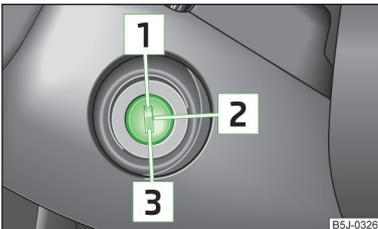

Abb. 86
- Während der Fahrt mit stehendem Motor muss der Zündschlüssel immer in der Stellung **2** » **Abb. 86** auf Seite 100 (Zündung eingeschaltet) sein. Diese Stellung wird durch das Aufleuchten von Kontrollleuchten angezeigt. Wenn das nicht der Fall ist, könnte es unerwartet zur Verriegelung der Lenkung kommen - es besteht Unfallgefahr!
- Der Anlasser darf nur dann betätigt werden, wenn der Motor und das Fahrzeug steht. Wird der Anlasser bei laufendem Motor betätigt **3** » **Abb. 86** auf Seite 100, kann der Anlasser bzw. der Motor beschädigt werden.
Benzinmotoren » Abb. 86
Dieselmotoren » Abb. 86
Wenn die **Lenkung gesperrt ist** und der Schlüssel sich nicht oder nur schwer in die Position **2** » Abb. 86 drehen lässt, dann ist das Lenkrad etwas hin und her zu bewegen - die Lenkungsverriegelung wird dadurch entriegelt.
- › Die Zündung einschalten **2** » Abb. 86 auf Seite 100.
➤ Abb. 86 auf Seite 100.